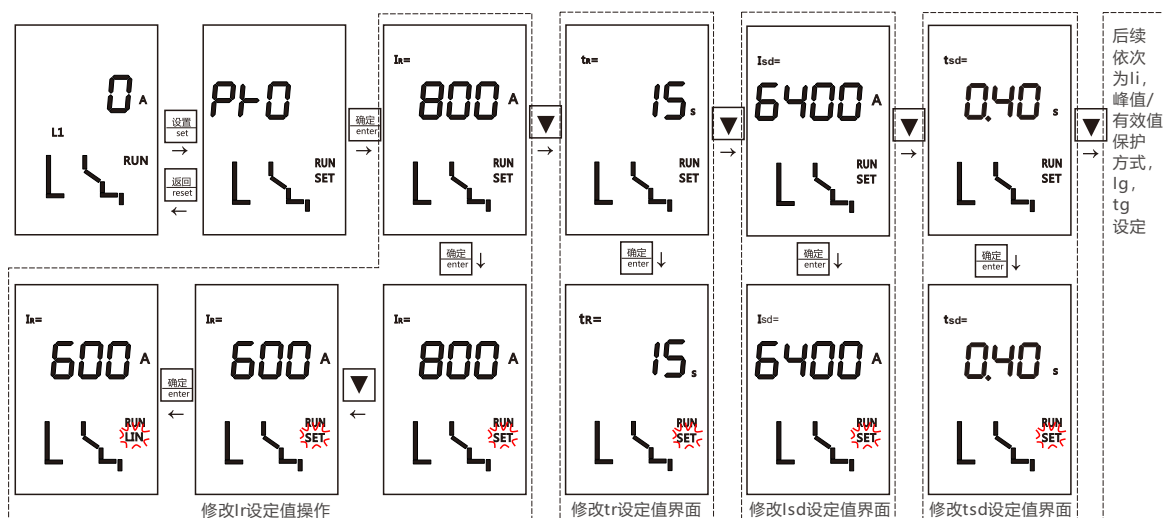
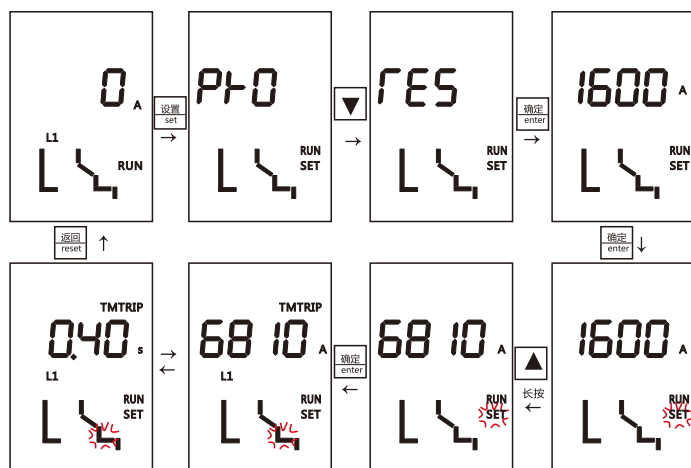
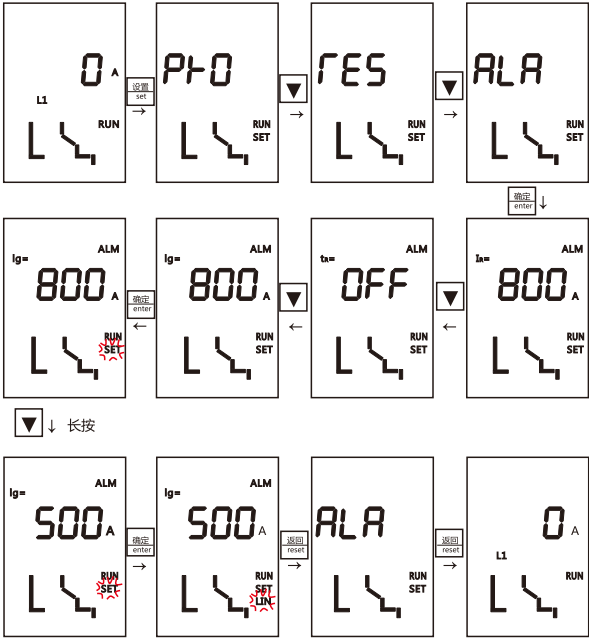

图54 修改四段保护设定操作
图55 软件模拟短延时脱扣试验操作
图56 设置接地报警电流阈值操作
7.5.6.5.2 设置状态：缺省界面按“设置”按键，进入设置状态，在设置状态可查询及修改电流保护参数，可进行软件模拟试验脱扣，可查询及设置过载预报警、接地报警阈值及延时时间。设置状态“SET”指示灯长亮或闪亮，闪亮时可按“▲”或“▼”按键对数据进行加或减操作，按“确认”键存储数据。示例见图54、图55、图56